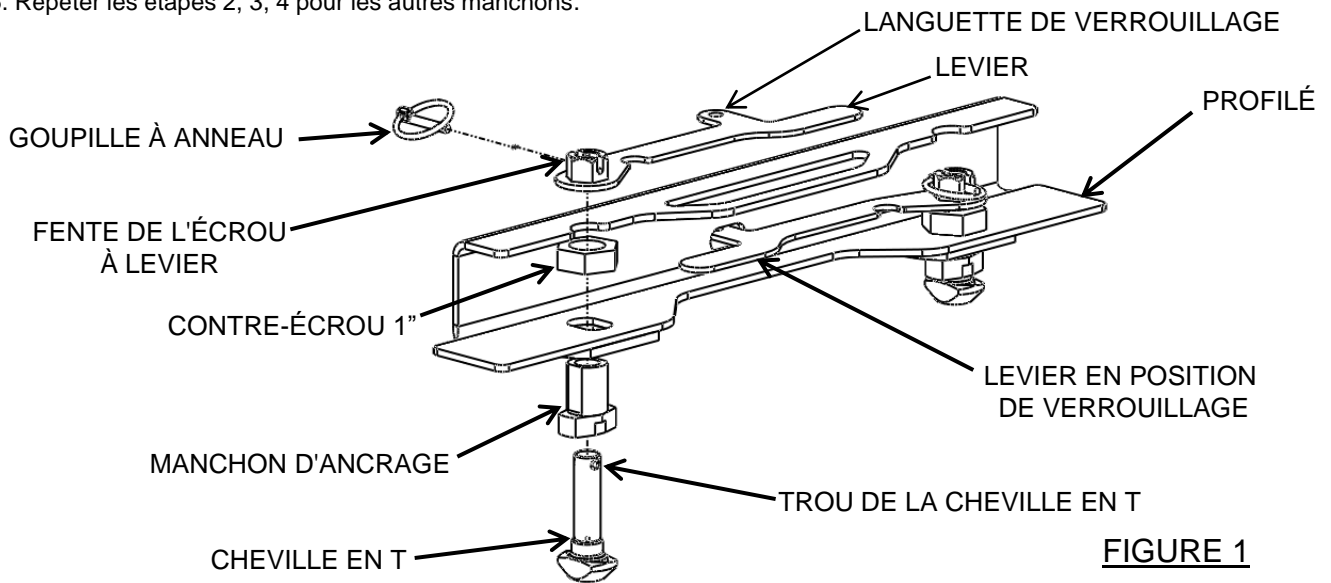

FIGURE 1
1. Assembler les quatre manchons d'ancrage avec les contre-écrous 1 po (fig 1) et serrer à fond (aucun jeu dans l'assemblage des manchons), puis serrer un quart de tour supplémentaire au-delà du point de contact pour obtenir le couple de serrage requis.
2. Une fois tous les manchons et les contre-écrous bien serrés, assembler la cheville en T et le levier comme illustré (fig. 1).
- Si l'adaptateur ne s'insère pas dans le dispositif de montage sous la plateforme de la camionnette lorsque les leviers sont en position de déverrouillage, alors les manchons des chevilles en T nécessitent un ajustement. Cela peut s'effectuer en desserrant les quatre contre-écrous de 1 po (voir la fig. 1), tandis que tous les écrous sont desserrés dans le dispositif de montage sous la plateforme. Tandis qu'ils sont en place, desserrer les contre-écrous tel que décrit dans la section « Montage de l'ensemble ».